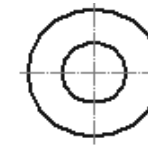

Рис. 8.154. Пример построения автоосевой линии для кольца
- нажмите клавишу **Esc** для прерывания команды **Автоосевая**. Пример построения автоосевой линии для кольца показан на рис. 8.154.